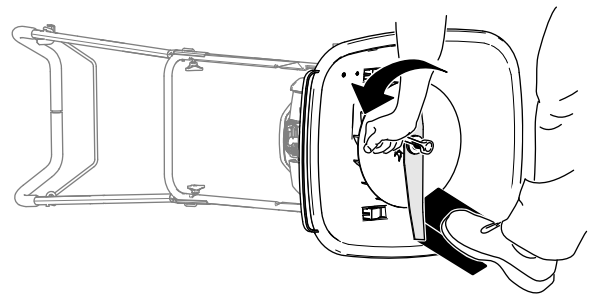

Figura 27
4. Utilize um bloco de madeira para manter a lâmina segura (Figura 27).
5. Utilize a chave fornecida com a máquina para remover a lâmina rodando o parafuso no sentido contrário ao dos ponteiros do relógio (Figura 27).